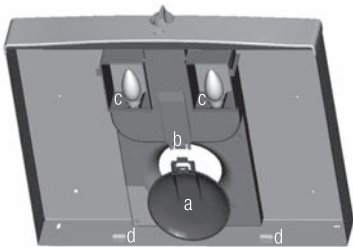

Abb. 2; a = Ventil, b = Ventilarm, c = Glühbirne, d = Angelpunkt.
Glühbirnen ausgerüstet (siehe Abb. 2), die bei geöffneter Unterplatte unmittelbar zugänglich sind.
- 3 Die Klappe in den Klappenarm einklicken (siehe Abb. 2).